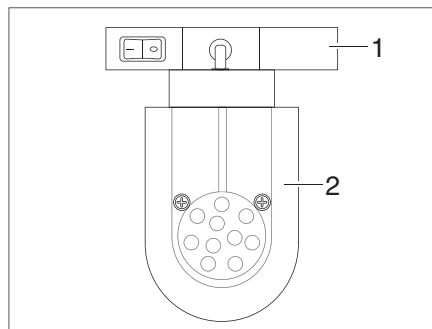

Fig. 58 Foco de LED (ejemplo)
- Sujetar el soporte (Fig. 58,1) y girarlo en 90°.
- Extraer el foco de LED (Fig. 58,2) del sistema de rieles.
- Colocar el foco de LED (Fig. 58,2) en el sistema de rieles en la posición deseada y girarlo en 90°.